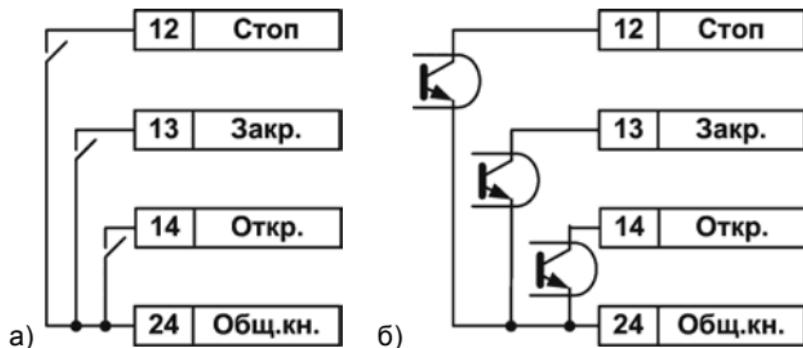

Рисунок 3.2
- контакты внешних кнопок управления (или концевые выключатели), рисунок 3.2, а;
- устройства автоматики, имеющие на выходе транзисторные n-p-n ключи с открытым коллекторным выходом, рисунок 3.2, б;